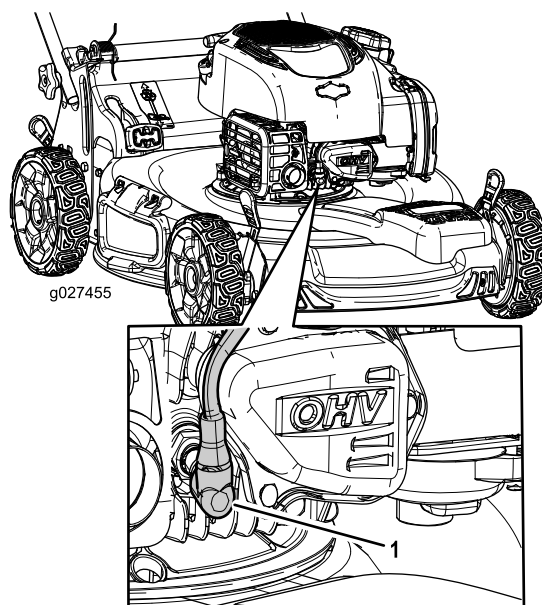

Figure 25
2. Débranchez le fil de la bougie (Figure 25).